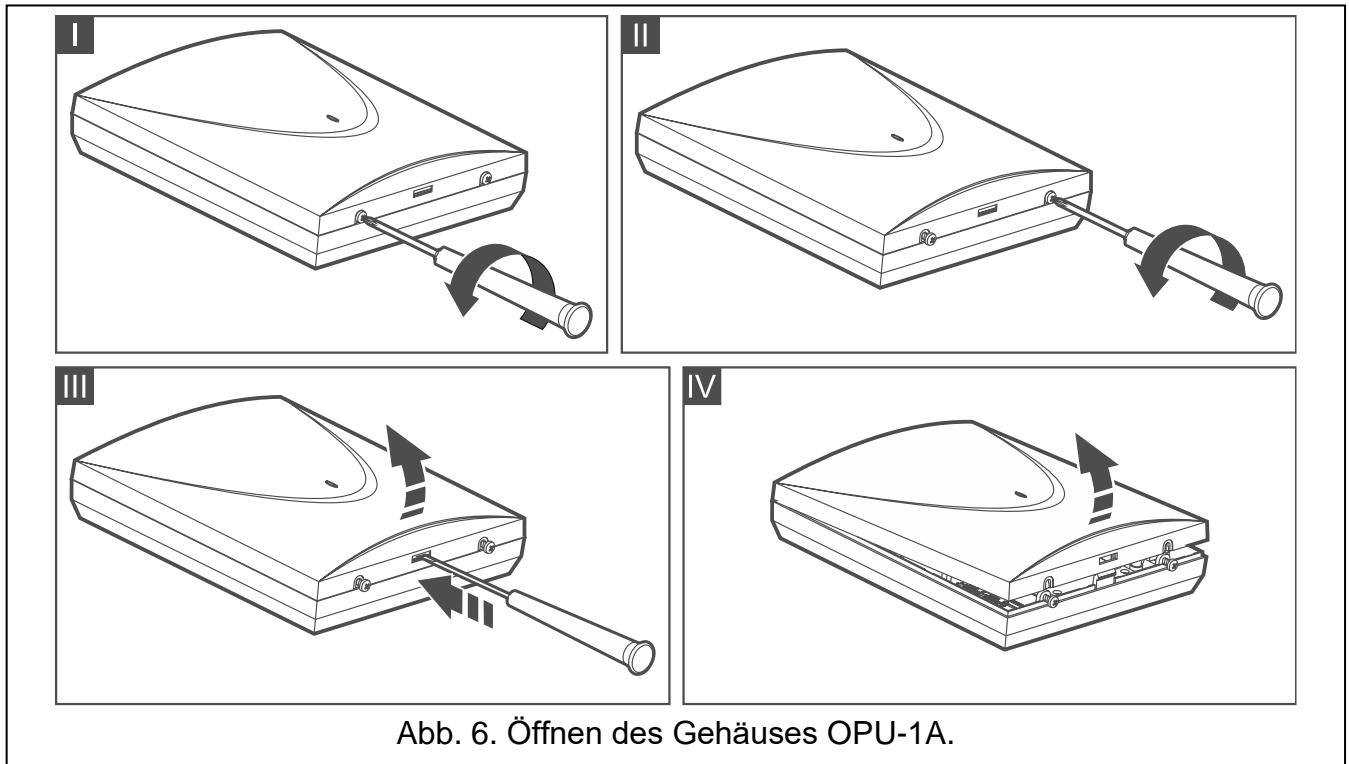

Abb. 6. Öffnen des Gehäuses OPU-1A.
1. Lösen Sie die Schrauben zur Sperrung des Deckels und nehmen Sie den Deckel ab (Abb. 6).